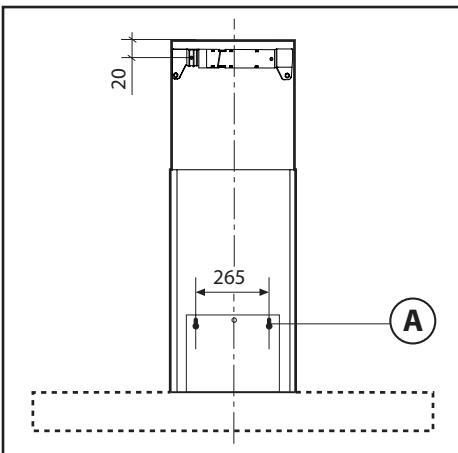
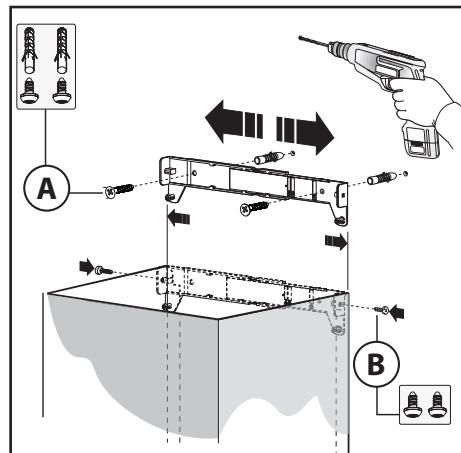
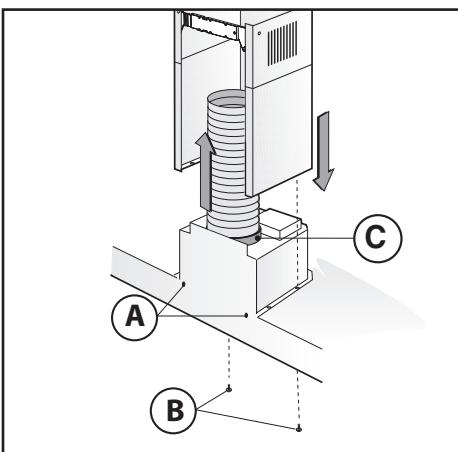
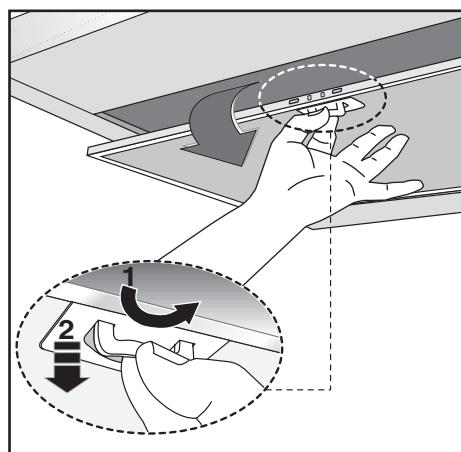

Fig.2
Fig.3
Fig.4
Fig.5
- Det minimala avståndet mellan kokkärlens underlag på kokhällen och spisfläktens nedre del måste vara minst **65 cm**. I det fall ett anslutningsrör används som består av två eller flera delar, måste den övre av delarna träs utanpå den undre delen. Anslut inte kåpans utloppsrör till luftkanaler i vilka varmluft cirkulerar, eller kanaler som används för att evakuera rök från apparater som drivs med annan typ av energi än elektrisk energi. För att förenkla handhavandet av apparaten ska antifettfiltret/ens tas ut innan monteringsmomenten påbörjas (Fig.5).
Borra hålen **A** och ta hänsyn till de angivna mätten (Fig.2). Fäst apparaten på väggen och se till att den är i horisontell linje med de övriga kökskåpen. När spiskåpan har justerats ska den fästs definitivt med de 2 skruvarna **A** (Fig.4). För de olika monteringarna ska skruvar och expansionspluggar som är lämpliga för väggan användas (t.ex. armerad betong, gips o.s.v.). Om skruvar och expansionspluggar medlevereras med produkten ska du försäkra dig om att de är lämpliga för den typ av vägg där spiskåpan ska fästs.
Montera elmatningen innanför skorstensförlängningen. Om din apparat ska installeras som insugande version eller version med ytter motor ska hål för utsugning av luften förberedas. Reglera bredden för överdelens fästen (Fig.3). Fäst sedan fästet i taket med skruvarna **A** (Fig.3) så att det är i linje med din spiskåpa och ta hänsyn till avståndet till taket som anges i Fig.2. Anslut flänsen **C** med ett anslutningsrör till hålet för utsugning av luft (Fig.4). Skjut in överdelen inuti underdelen. Fäst underdelen i spiskåpan med de medlevererade skruvarna **B** (Fig.5).
Dra upp överdelen till fästet och fäst den med skruvarna **B** (Fig.3).